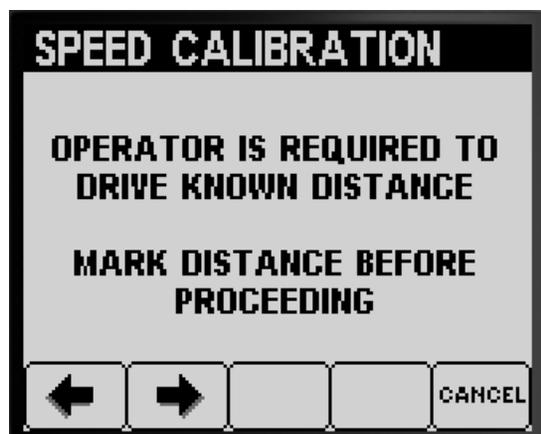

Figura 64
6. Utilizando uma roda de medição, assinale uma distância de 45 a 152 m; registe a distância que mediu abaixo (Figura 64).
8. Prima o botão 2 para avançar para o passo seguinte (Figura 64).